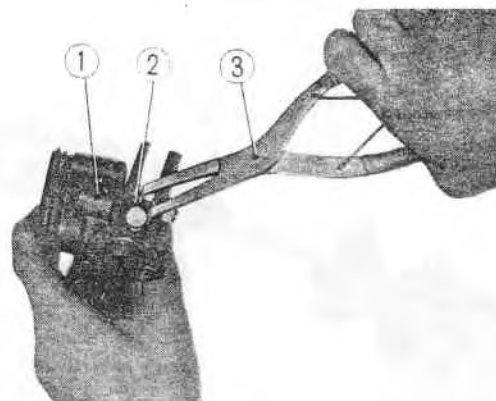

Fig. 14-8 ① Corps de maître cylindre
9. A l'aide de pinces spéciales enlever du corps de maître cylindre le circlips intérieur (outil référence 07073-30001). (Fig. 14-8)